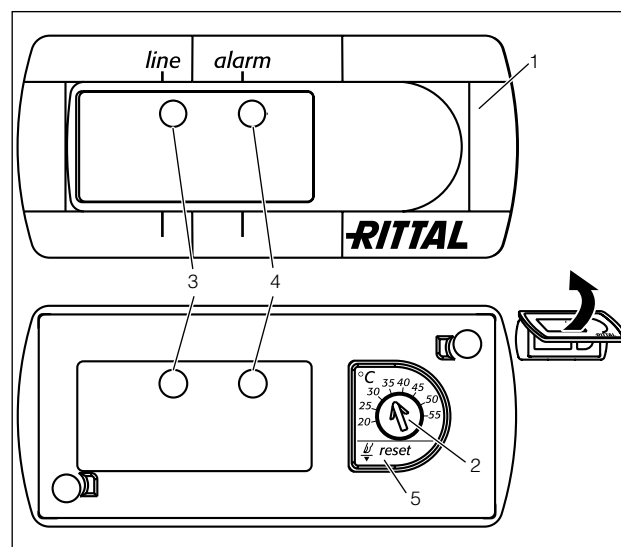

Fig. 14: Controllo Basic
Il controllo Basic monitora e regola lo scambiatore di calore aria/acqua. Tramite il LED verde e il LED rosso (Fig. 14, nr. 3 e 4) il controllore segnala gli stati di funzionamento e/o di guasto:
- Tenere premuto il pulsante di Reset in gomma (v. Fig. 14, Pos. 5, pagina 17), mentre si procede a riattivare la tensione di rete. Tenere premuto lo stesso pulsante (5) per altri 10 secondi (per accedere al pulsante, v. anche il paragrafo 6.1.3).
- Impostare la temperatura nominale richiesta sull'apposito regolatore (pagina 17, Fig. 14).